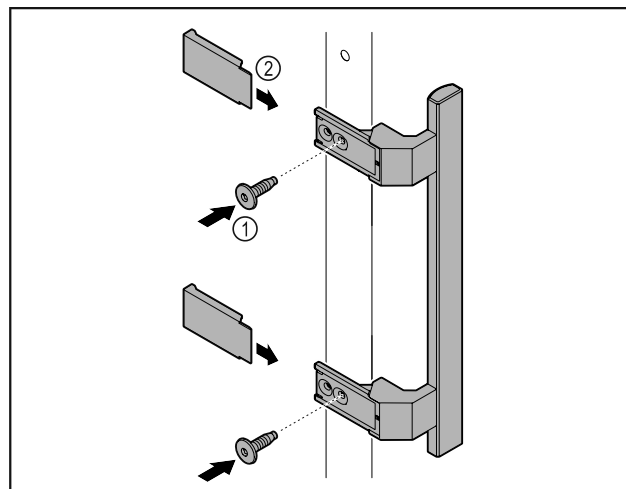

Fig. 9
- Fixer la poignée à la porte à l'aide des vis Fig. 9 (1) fournies.
- Poser les caches Fig. 9 (2).